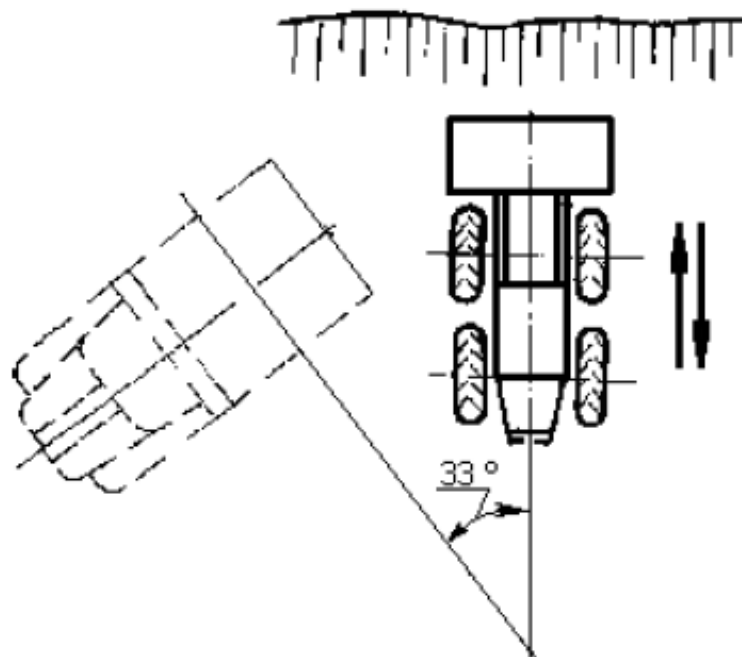

Fig. 6.2 Patrón de movimiento del cargador con el camión volquete en múltiples ángulos hacia el frente
- El cargador giró en varios ángulos después de alejarse y acercarse; el camión volquete puede quedarse en múltiples ángulos hacia el frente (Fig. 6.2);